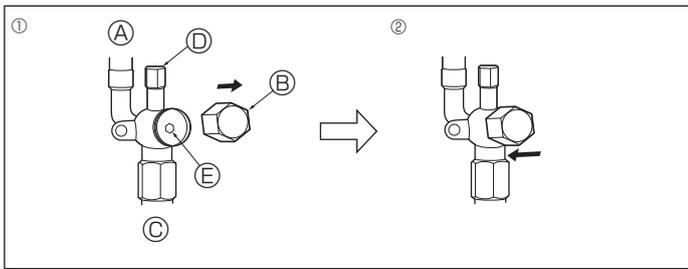

Abb. 4-10
4.7. Verfahren zum Öffnen des Absperrventils (Abb. 4-10)
- ① Entfernen Sie die Kappe und drehen Sie die Ventilstange mit einem 5-mm-Sechskantschlüssel bis zum Anschlag gegen den Uhrzeigersinn. Hören Sie auf zu drehen, wenn der Anschlag erreicht ist. (ø 15,88: Etwa 13 Umdrehungen)
- ② Prüfen Sie, ob das Absperrventil vollständig geöffnet ist, setzen Sie dann die Kappe wieder auf und schrauben sie fest.
- ① Entfernen Sie die Kappe und drehen Sie die Ventilstange mit einem 4 mm-Sechskantschlüssel bis zum Anschlag gegen den Uhrzeigersinn. Hören Sie auf zu drehen, wenn der Anschlag erreicht ist. (ø 9,52: Etwa 10 Umdrehungen)
- ② Prüfen Sie, ob das Absperrventil vollständig geöffnet ist, setzen Sie dann die Kappe wieder auf und schrauben Sie sie fest.